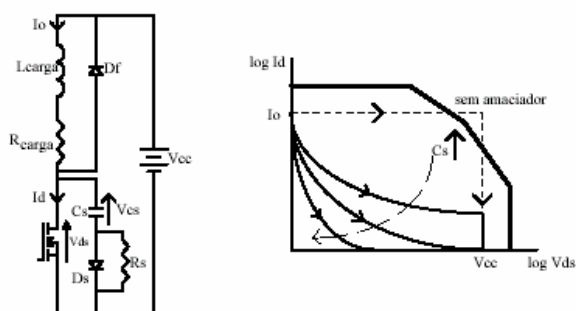

Figura 4.15. Circuito amaciador de desligamento e trajetórias na AOS
a) Desligamento - Objetivo: atrasar o crescimento de V_{ds} e desviar I_d (figura 4.15)